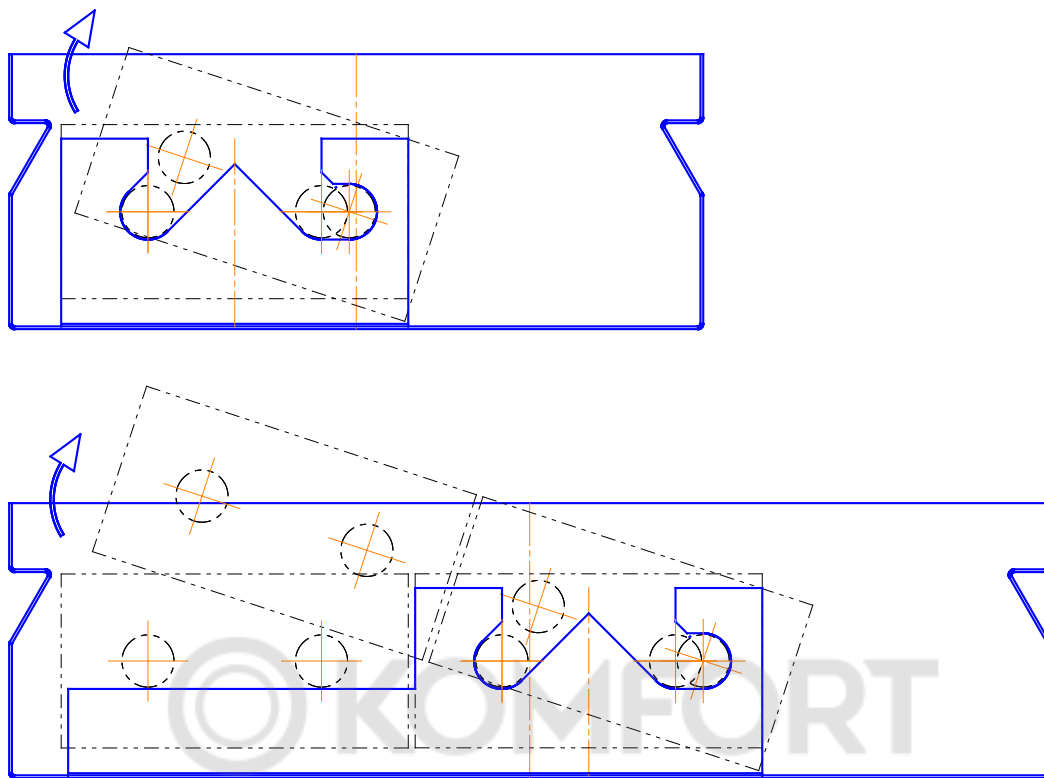

Рис.11 Схема установки-снятия теплообменника конвектора серии «Бриз».
3. При необходимости снять медно-алюминиевый теплообменник с кронштейнов или установить его на кронштейны корпуса – ознакомьтесь со схемой установки (рис.11).